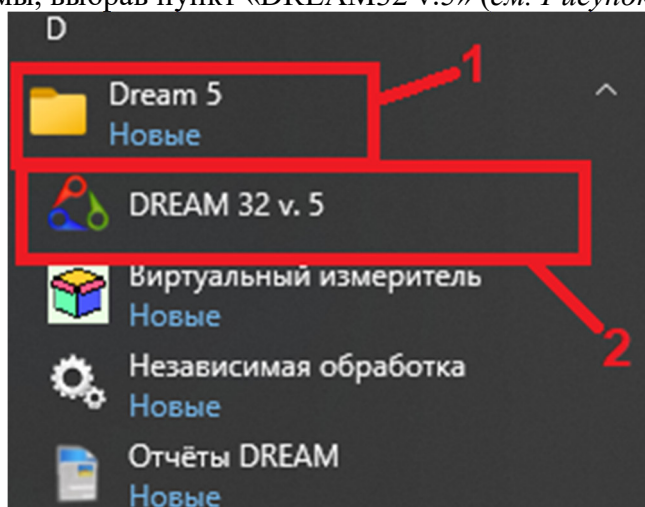

Рисунок 3.4.2
- выбрать из списка программ папку «DREAM 5» и выполнить запуск программы, выбрав пункт «DREAM32 v.5» (см. Рисунок 3.4.2);